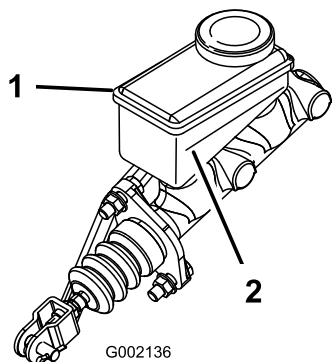

Figura 52
- Mire el nivel de aceite en el lateral del depósito (Figura 52).
- Añada líquido de frenos DOT 3 al depósito hasta que el nivel esté por encima de la línea Mínimo (Figura 52).